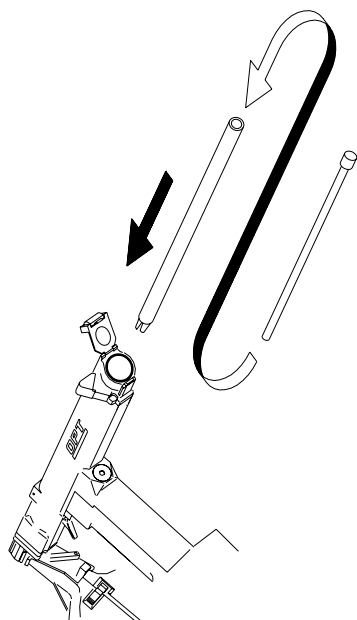

図7-8
- (8) ジョーセット治具を図のように挿入してください。(図7-8)